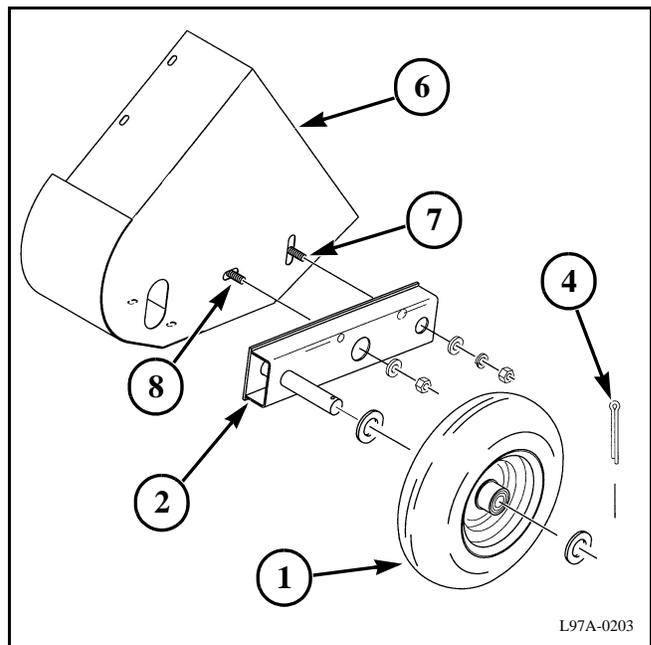

FIG. 6
FIG. 6: Instale las ruedas calibradoras (1) en los brazos de las ruedas calibradoras (2). Utilice una arandela plana de 1 pulg. (3), una rueda calibradora, una arandela plana de 1 pulg. y un pasador de chaveta de 3/16 x 1-1/2 pulg. (4) en el eje de cada brazo de la rueda calibradora.